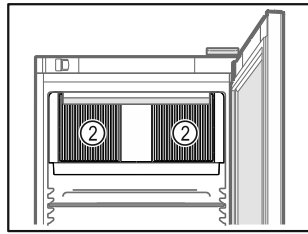

Fig. 63
- ❑ Διατηρείτε ελεύθερες τις σχισμές αερισμού Fig. 63 (2) του ανεμιστήρα στο εσωτερικό.